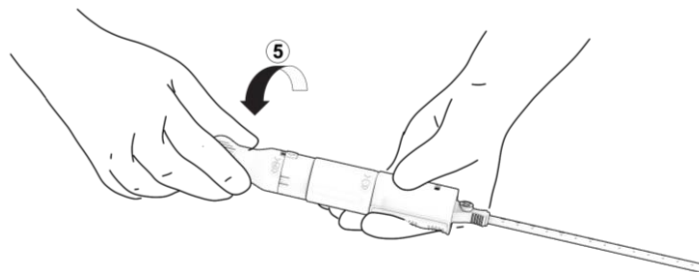

Figur 15. Frigjør kameralåsen.
- a. Finn kameralåsen (merket «4») og trykk den grønne knappen helt ned. Figur 15. Sikre at den er trykket helt ned før du fortsetter til trinn 5.